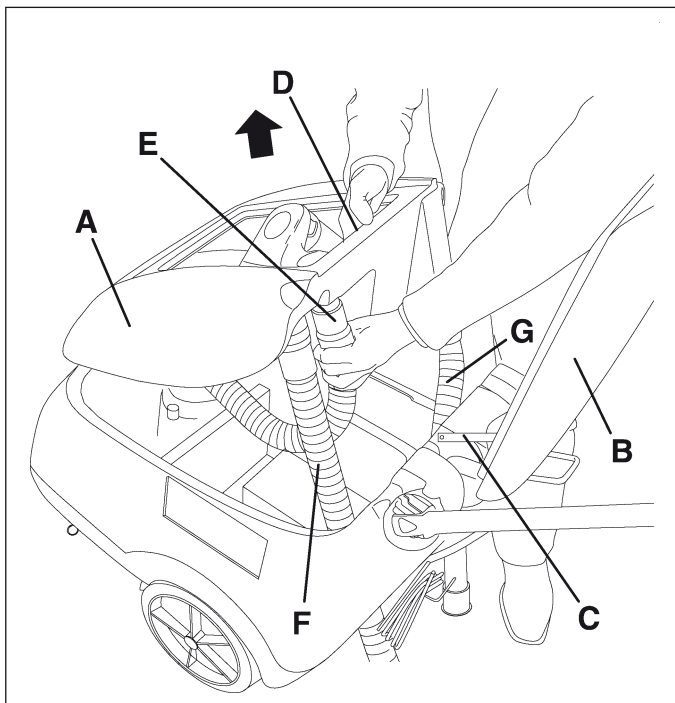

Figure 15
Para efectuar los controles o los mantenimientos, puede ser necesario quitar el depósito del agua de recuperación (A, Fig. 15) mediante el procedimiento siguiente.
1. Vaciar el depósito (A, Fig. 15) como indicado en el párrafo específico.
6. Abrir la tapa (B, Fig. 15) e insertar el soporte (C) de la tapa.
7. Empuñar el depósito del agua de recuperación (A, Fig. 15) en el área (D) y levantarlo ligeramente como muestra la figura.
8. Desconectar del depósito el tubo de aspiración (E, Fig. 15), luego quitar el depósito (A) junto a los tubos (F) y (G).